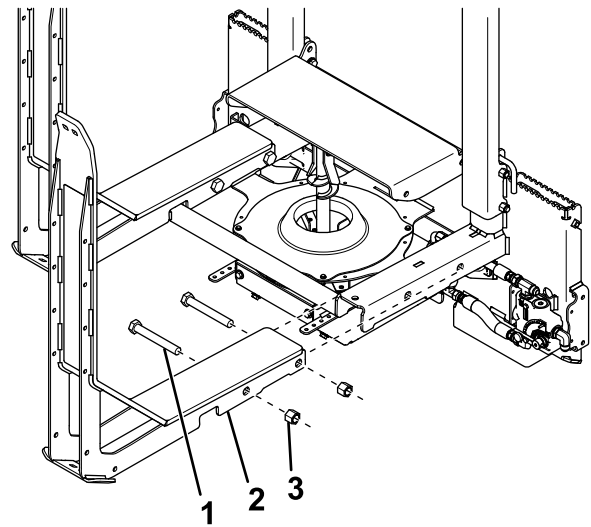

Figura 4
4. Deslice una horquilla en L en uno de los brazos laterales y asegúrela con 2 pernos ($\frac{3}{4}$ ") y 2 contratuerzas de nylon ($\frac{3}{4}$ ") como se muestra en la Figura 4.